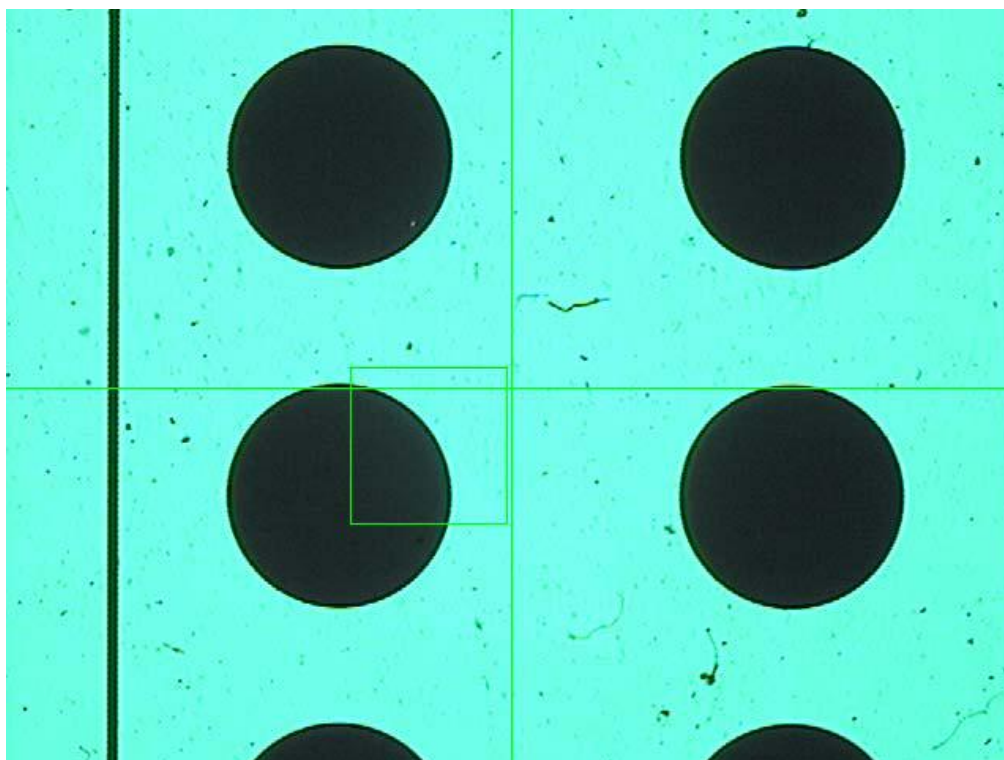
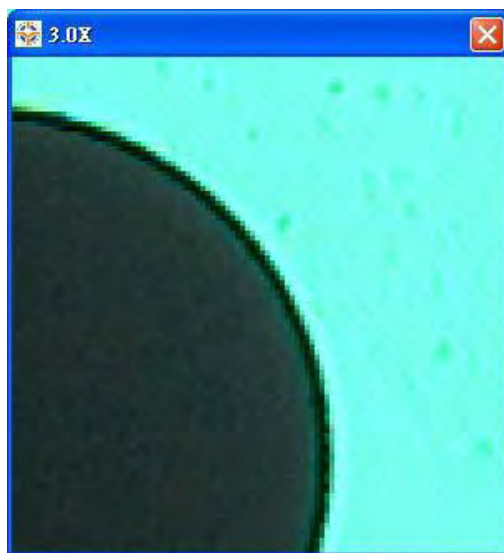

Figure 3-33
Figure 3-34
- . Une fenêtre rectangulaire verte apparaît comme dans la Figure 3-33, ainsi que la sous-fenêtre de la Figure 3-34. La sous-fenêtre contient un grossissement x3 de l'image de la fenêtre rectangulaire verte.